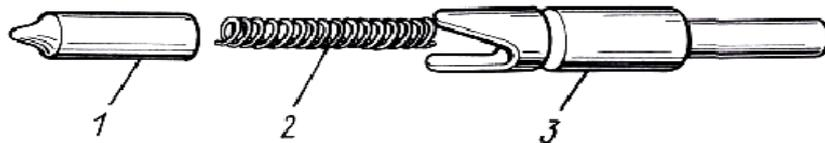

Рис. 95. Сверло для высверливания кольцевых отверстий при снятии межэлементных переключек:
Сильно поврежденная переключка должна быть заменена новой, для чего специальным сверлом (рис. 95) высверливают кольцевые отверстия вокруг выводных штырей и снимают переключку.
- разрезать межэлементные перемычки с помощью ножовки или высверлить кольцо в месте соединения перемычки с выводным штырем специальным сверлом (см. рис. 95);